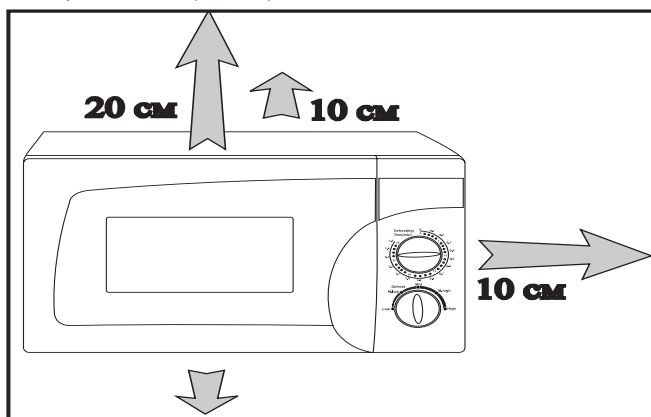

Рис.3
**5.3.** Розпакована піч повинна стояти на рівній горизонтальній поверхні. Для нормальної вентиляції печі забезпечте при її установці необхідні зазори між піччю й іншими предметами. Не розташовуйте піч біля джерел тепла та легкозаймистих предметів. (Рис.3).
5.5.3. Встановіть ручкою таймера бажаний час приготування (Рис.3). Розпочинається обертання тарілки і приготування їжі. По закінченні часу приготування подається звуковий сигнал і вимикається освітлення в камері печі. Максимальний час готування - 30 хв.